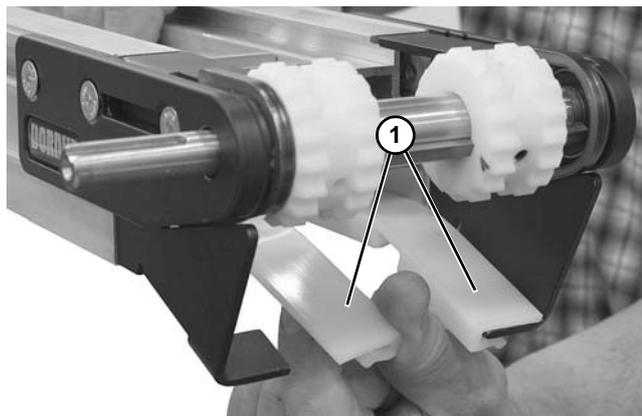

Figure 42
3. Retirer les bandes d'usure inférieures (Figure 42, élément 1) de l'extrémité entraînement.